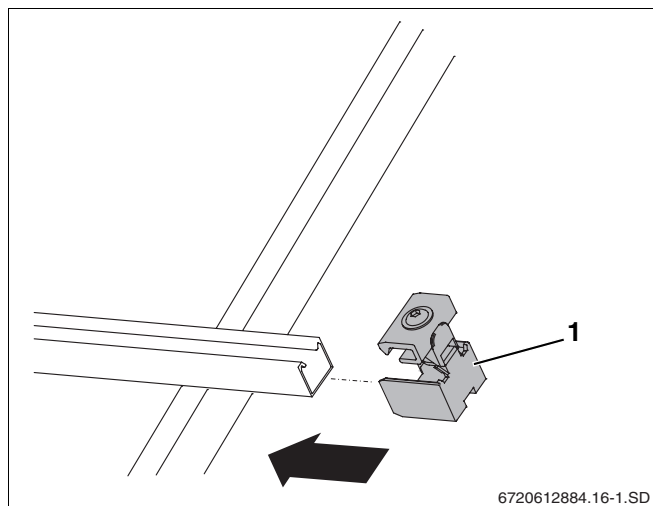

Fig. 15 Montaje de los dispositivos de sujeción del colector del lado derecho
- ▶ Introduzca los dispositivos de sujeción del colector (fig. 15, **pos. 1**) del lado derecho en los perfiles hasta que queden bien encajados en el primer orificio alargado de los perfiles.